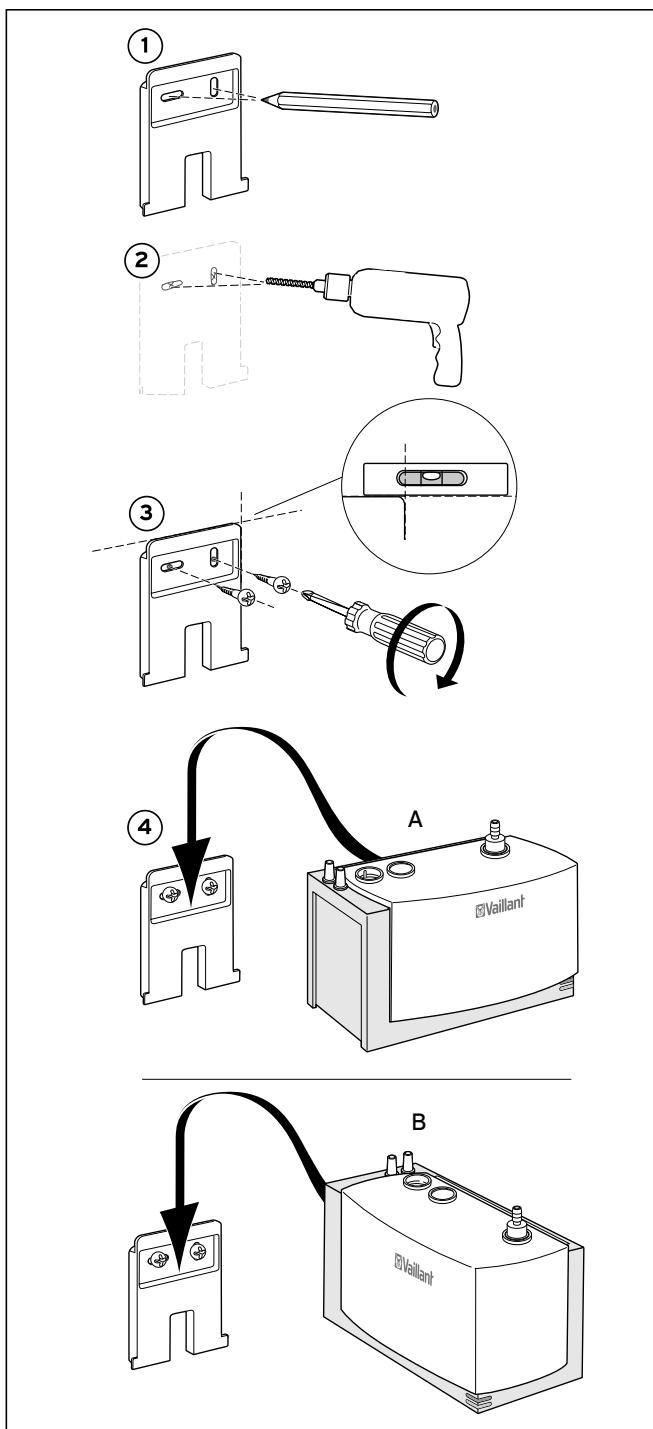

Abb. 4.2 Montage des Wandhalters
- Montieren Sie den Wandhalter gemäß Abbildung 4.2 an einer geeigneten Stelle unterhalb der Kondensatauslaufstelle des Heizgerätes.